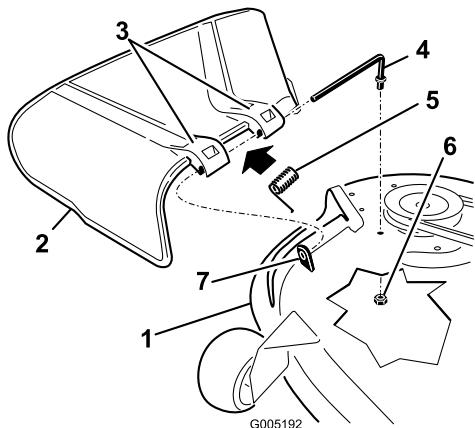

Figura 55
soporte del deflector de hierba y por la arandela de freno interna (Figura 55).
7. Introduzca la varilla, en la parte delantera del deflector de hierba, por el espaciador corto de la plataforma. Fije el extremo trasero de la varilla en el cortacésped con una tuerca (3/8 pulg.) (Figura 55).
1. Localice los elementos mostrados en la Figura 55.
2. Retire la tuerca (3/8 pulg.) de la varilla (debajo del cortacésped) (Figura 55).
3. Deslice la varilla para retirarla del espaciador corto, de la arandela de freno interna, del muelle y del deflector de hierba (Figura 55). Retire el deflector de hierba dañado o desgastado.
4. Cambie el deflector de hierba y la arandela de freno interna (Figura 55).